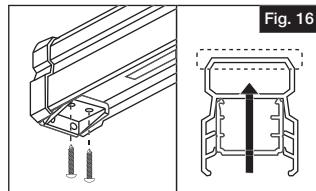

Fig. 16
- Usando los orificios en el soporte a modo de guía, taladrar dos (2) agujeros de 1/8" por la parte inferior del travesaño hacia arriba a través del travesaño superior. Instalar dos (2) tornillos de 1 5/8" por el orificio, de abajo hacia arriba, para fijar el soporte, el tramo y el travesaño superior, teniendo cuidado de no perforar a través de la parte superior del travesaño superior (Fig. 16).